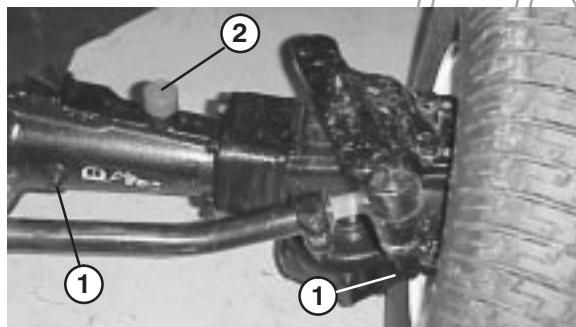

Figure 20
2. Retirez les 3 bouchons de contrôle du pont (Fig. 20 et 21) et vérifiez que le lubrifiant atteint bien la base de chaque trou.